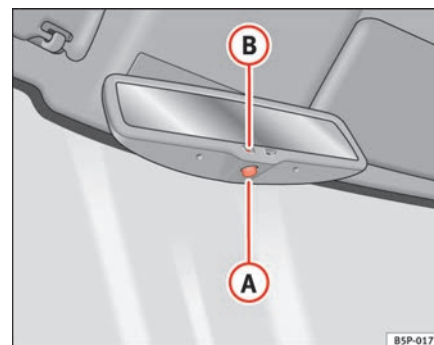

Abb. 70 Automatisch abblendbarer Innenspiegel
- Drücken Sie die Taste **A** ⇒ Abb. 70. Die Kontrollleuchte **B** erlischt.
- Drücken Sie die Taste **A** ⇒ Abb. 70. Kontrollleuchte leuchtet auf.